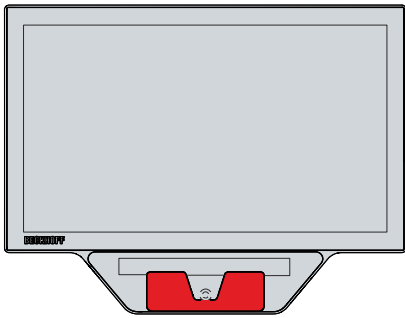

Abb. 18: Position Halter RFID-Karte
3. Positionieren Sie den Halter mit der Unterkante bündig zur Unterkante der Frontfolie (siehe Abb. 18).